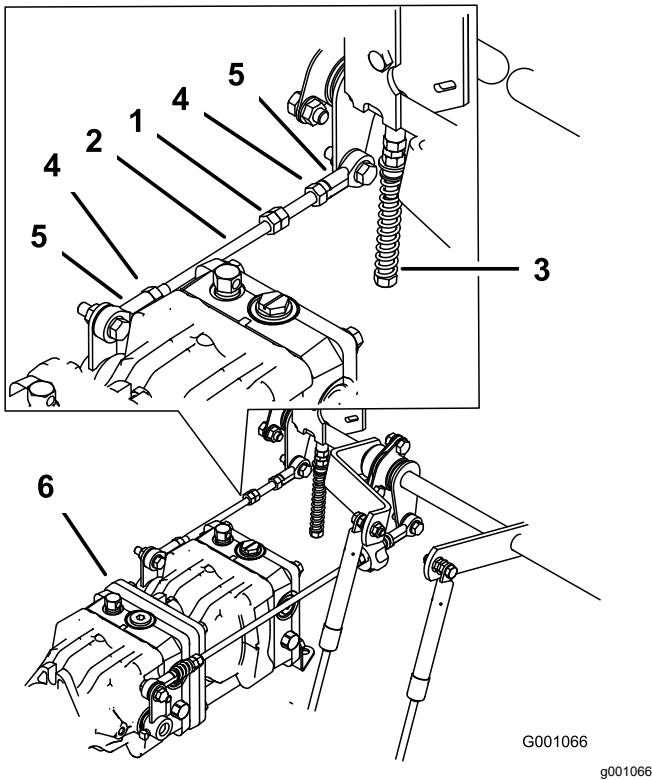

Bild 99
1. Lockern Sie die Sicherungsmuttern an den Kugelgelenken der Pumpsteuerungsstange (Bild 99).
3. Stellen Sie die Länge der Pumpstange ein, indem Sie die Doppelmutter an der Stange so weit in die entsprechende Richtung drehen, bis das Rad stillsteht oder sich leicht zurückdreht (Bild 99).
6. Ziehen Sie die Klemmmutter an den Kugelgelenken fest (Bild 99).